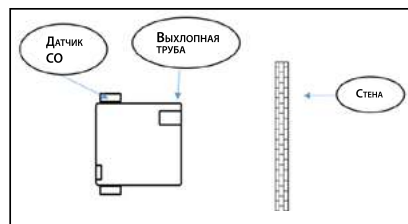

Рис. 8
**Близкое расположение генератора к стене со стороны выхлопного отверстия (Рис. 8).**